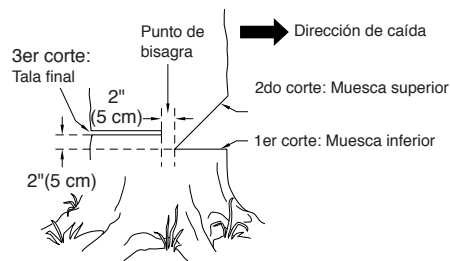

Figura 12 - Tala de un árbol
La preparación correcta de una muesca determinará la dirección en que caerá el árbol. Corte la muesca del lado del árbol correspondiente a la dirección en la cual desea que éste caiga (vea la Figura 12). Siga las instrucciones a continuación para cortar la muesca.
1. Haga el corte inferior de la muesca tan cerca del suelo como sea posible. Sujete la sierra de modo que la barra de guía se encuentre en posición horizontal. Corte a través del tronco del árbol hasta atravesar 1/3 de su diámetro (vea la Figura 12). **Nota:** Haga siempre este corte inferior horizontal en primer lugar. Si la hace en segundo lugar, el árbol puede presionar la cadena o la barra de guía.
Por ejemplo: Si el corte inferior tiene una profundidad de 20 cm, comience el corte superior 20 cm por encima de aquél. Corte en dirección hacia abajo y a un ángulo de 45°. El corte superior de la muesca debe llegar y unirse al punto final del corte inferior (vea la Figura 12).
1. Haga el corte de tala final 5 cm por encima del corte inferior de la muesca y sobre el lado opuesto del árbol (vea la Figura 12). Mantenga el corte de tala final paralelo al corte inferior de la muesca.
⚠ ADVERTENCIA: No atraviese el árbol completamente. Deje alrededor de cinco centímetros de diámetro sin cortar, directamente detrás de la muesca (vea la Figura 12). Esta porción sin cortar funciona a manera de bisagra. La bisagra ayuda a evitar que el árbol se tuerza y caiga en la dirección equivocada.